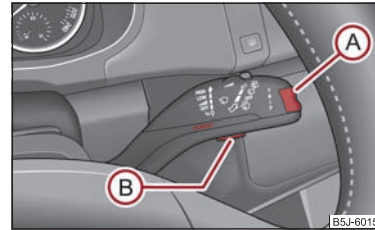

Abb. 20 Informationsdisplay: Bedienelemente
- **MAIN MENU (HAUPTMENÜ)** aktivieren Sie durch Drücken der Wipptaste (A) ⇒ Abb. 20 länger als 1 Sekunde.
- Über die Wipptaste (A) können Sie einzelne Menüpunkte wählen. Nach kurzem Antippen der Taste (B) wird die gewählte Information angezeigt.